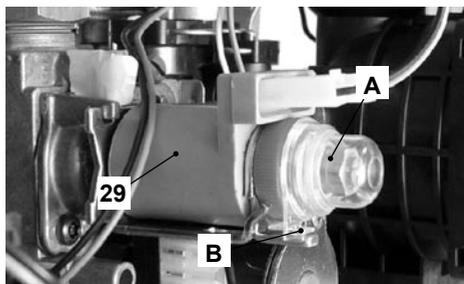

Figura 7.2
- Rimuovere il cappuccio di protezione "A" dell'operatore modulante 29 in Figura 7.2 ruotandolo in senso orario per liberlo dal fermo "B" e facendo leva con un cacciavite piatto nella scanalatura.
- Rimontare il cappuccio di protezione "A" Figura 7.2